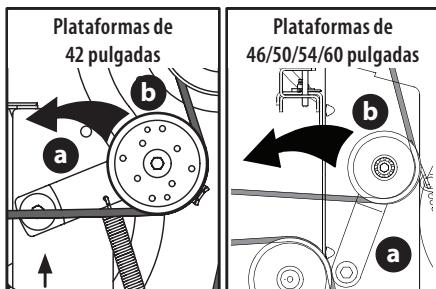

Figura 42
- a. Usando la manija de elevación de la plataforma, o el pedal y la perilla de elevación de la plataforma, o el pedal y el pasador de elevación de la plataforma, levante la plataforma a la posición que le ofrece mayor recorrido horizontal de la correa entre las poleas locales de la plataforma y la polea de la PTO en la base del motor (Figura 42).
- b. Desde la parte media del tractor, haga girar el soporte de polea loca (a) y la polea loca móvil (b) hacia atrás, justo lo suficiente para levantar la correa, por encima de la polea del husillo (Figura 42).